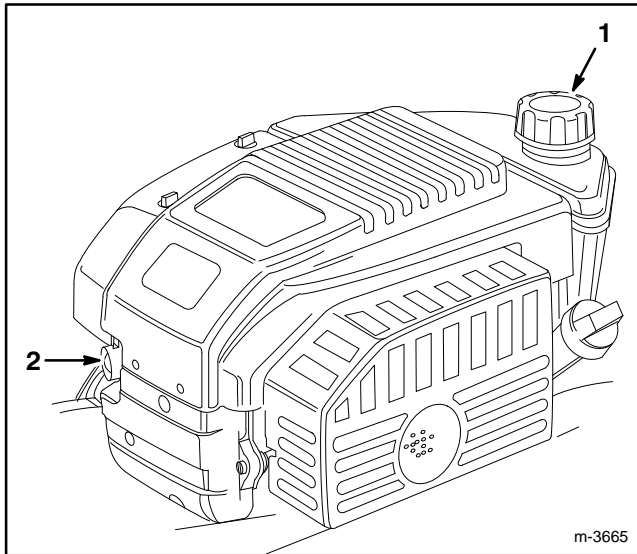

Figure 8
1. Nettoyer le pourtour du bouchon d'essence et le retirer (fig. 8).
4. Appuyer 3 fois sur l'amorceur (fig. 8). **Attendre environ 2 secondes entre chaque actionnement.**